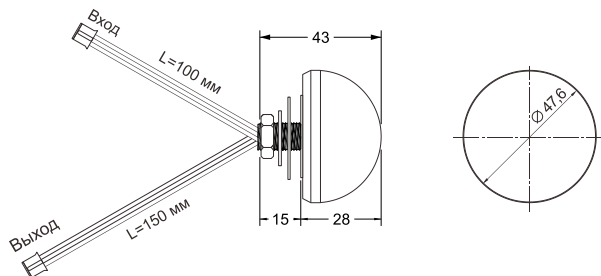

Рис. 1
- Размеры светильника указаны на Рис. 1.
- Установите светильники в подготовленное отверстие согласно Рис.1 и зафиксируйте с помощью гайки.